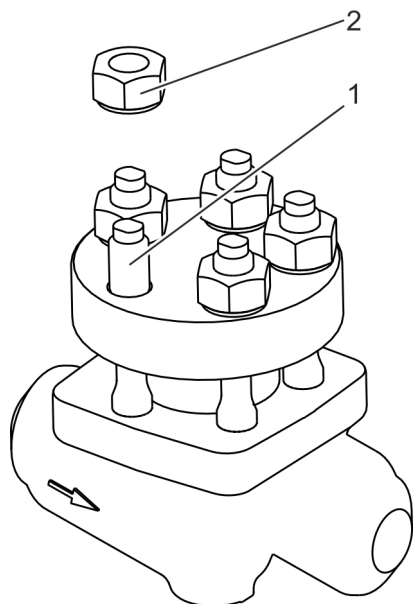

Fig. 15: Poner las tuercas
- 12.** Enrosque las tuercas (Fig. 15/2) en los espárragos roscados (Fig. 15/1) sin apretarlas del todo.